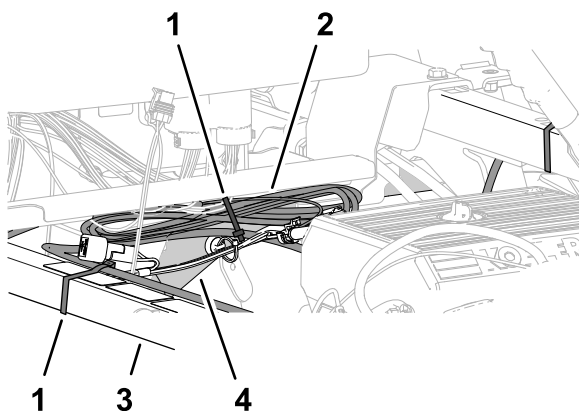

Рисунок 238
1. Соберите излишнюю длину жгута проводов передачи данных, прикрепив его к правой верхней трубе рамы (Рисунок 238).
2. Выровняйте жгут проводов передачи данных относительно опорной трубы амортизатора и прикрепите его к трубе с помощью кабельной стяжки (Рисунок 238).
3. Выровняйте жгут проводов передачи данных относительно правой верхней трубы рамы и прикрепите связку жгута проводов к трубе рамы с помощью кабельной стяжки (Рисунок 238).